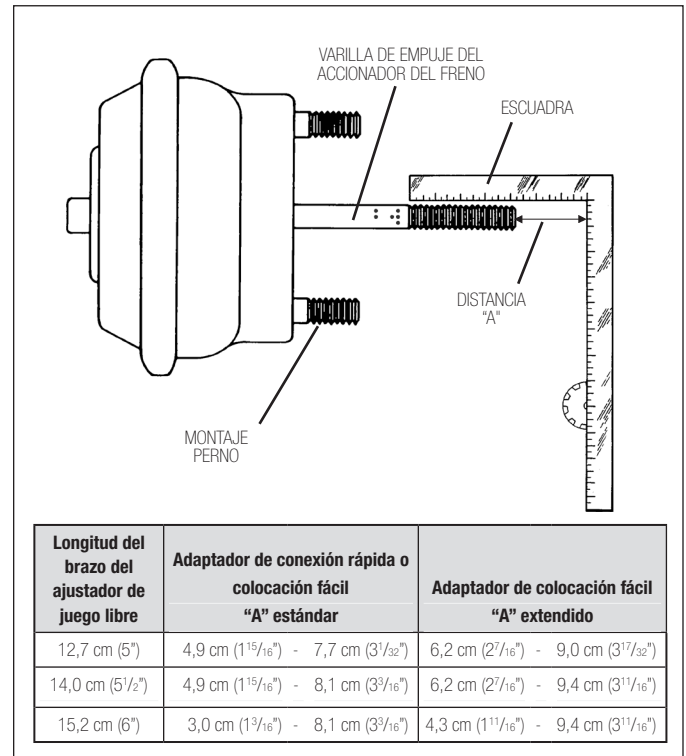

FIGURA 4: MEDICIÓN DE LA VARILLA DE EMPUJE DEL ACCIONADOR DEL FRENO
- A. Con la cámara de freno en la posición liberada, coloque una escuadra (o un objeto similar) de modo que un borde esté paralelo con la varilla de empuje del accionador, mientras que el otro borde pase por la mitad del eje de levas del freno. Mida la distancia desde el extremo de la varilla de empuje hasta el borde vertical de la escuadra y compárela con los valores de la figura 4.
- B. Si la medida es menor que el mínimo que se muestra en la figura 4, se debe acortar la varilla de empuje del accionador del freno. Si la medida es mayor que los valores máximos, es posible que se deba reemplazar la varilla de empuje del accionador del freno. Es posible que el adaptador extendido, disponible como una pieza de mantenimiento por separado (5/8"-18 n.º de pieza 297700 y 1/2"-20 n.º de pieza 297701), evite la necesidad de reemplazar la varilla de empuje del accionador del freno. El adaptador extendido está disponible solo para el conjunto de horquilla de colocación fácil. *Nota: No se recomienda la instalación de ningún otro tipo de extensor de varilla de empuje. Estos dispositivos se pueden soltar con el tiempo y causar un ajuste inadecuado en el freno.*
4. Si el ajustador de juego libre Versajust tiene una horquilla de conexión rápida (*consulte la figura 4*), coloque la contratuerca de la varilla de empuje del accionador del freno aproximadamente a 25,4 mm (1") del extremo de la varilla de empuje del accionador del freno. Enrosque el casquillo adaptador de conexión rápida en la varilla de empuje del accionador del freno hasta que esté al ras con el extremo de la varilla de empuje del accionador del freno. Instale el anillo de retención en el casquillo adaptador y asegúrese de que esté en la ranura del casquillo adaptador. Gire el hexágono de ajuste manual del ajustador de juego libre Versajust hacia la derecha hasta que el casquillo adaptador comience a ingresar a la horquilla. Comprima completamente las "patas" del anillo de retención y continúe girando el hexágono de ajuste manual del ajustador de juego libre Versajust hasta que el casquillo adaptador esté completamente en la horquilla.